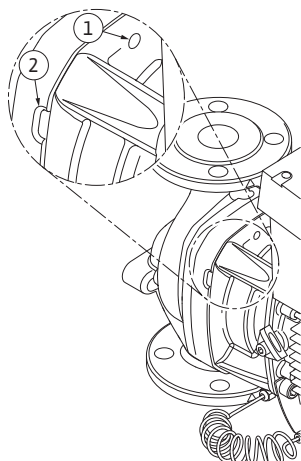

Fig. 47: Alésages filetés et fentes pour dégager le kit embrochable du corps de pompe
13. Séparer le kit embrochable (voir fig. 13) du corps de pompe. Utiliser pour ce faire deux alésages filetés (fig. 47, pos. 1), en particulier pour détacher du logement : pour ce faire, visser des vis adéquates dans les alésages filetés. Si le kit embrochable bouge facilement, il est possible d'utiliser en plus pour le dégager les fentes situées (fig. 47, pos. 2) entre le corps de pompe et la lanterne (mettre en place p. ex. deux tournevis et les utiliser comme leviers). Au bout de 0.6 in (15 mm), le kit embrochable n'est plus guidé dans le corps de pompe.